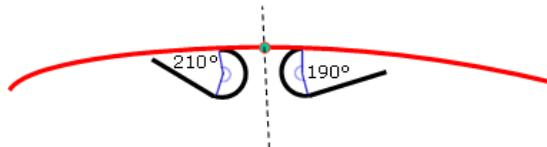

Figura 2.96 Ejemplo Crimp Angle.
- **Crimp Angle:** solo disponible para “Variant -> Crimp y Crimp - Flange”. Es el ángulo del acabado de redondeo, debe ser superior a 180° (Figura 2.96). En caso de ser 360°, “Length” no produce ningún cambio. Este valor se almacena en el árbol.